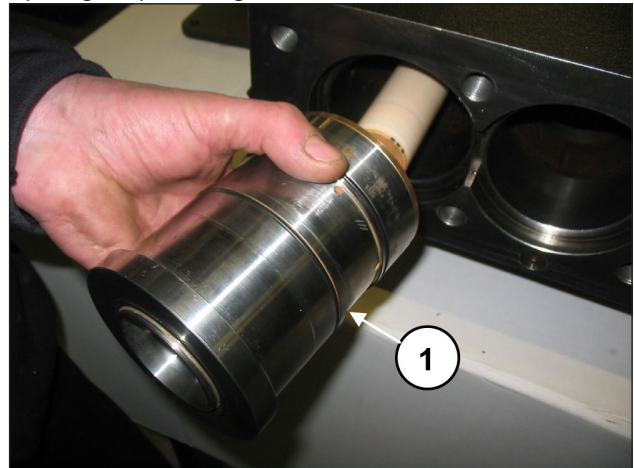

Fig. 159
Insira o bloco camisa-suporte da passagem (completo por dois anéis circulares adequados), anteriormente montado até a passagem (pos. ①, Fig. 159).